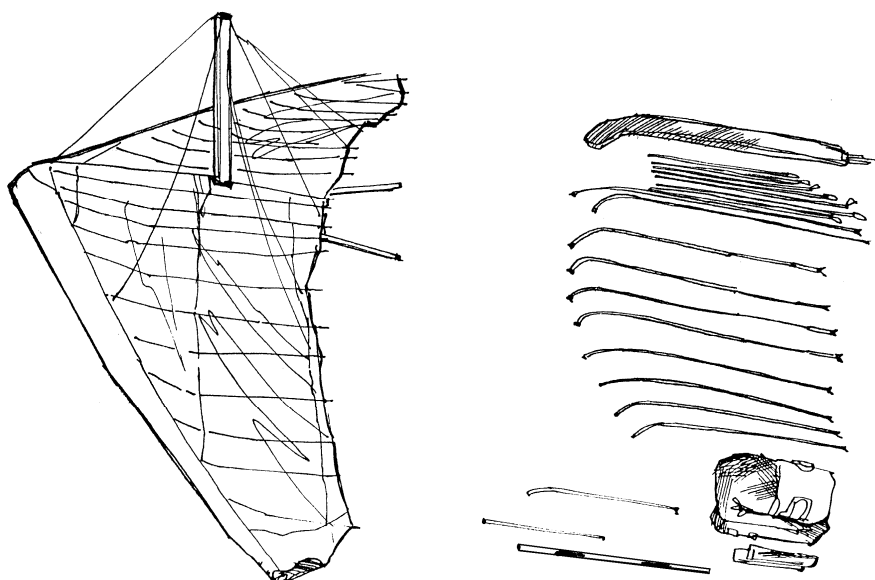

Fig.14
2.2.9. Извлеките латы из своих чехлов. Разложите их по порядку (ориентируясь на метки номеров или длину лат) вдоль размаха крыла, с красной маркировкой-для левого крыла, с зелёной-для правого.(Рис.14). В процессе сборки обращайте внимание на симметричность лат и их целостность. В случае деформации профиля латы воспользуйтесь плаз-шаблоном лат для восстановления исходной формы. Вставляйте латы в лат-карманы верхней поверхности, начиная от килевого сечения.